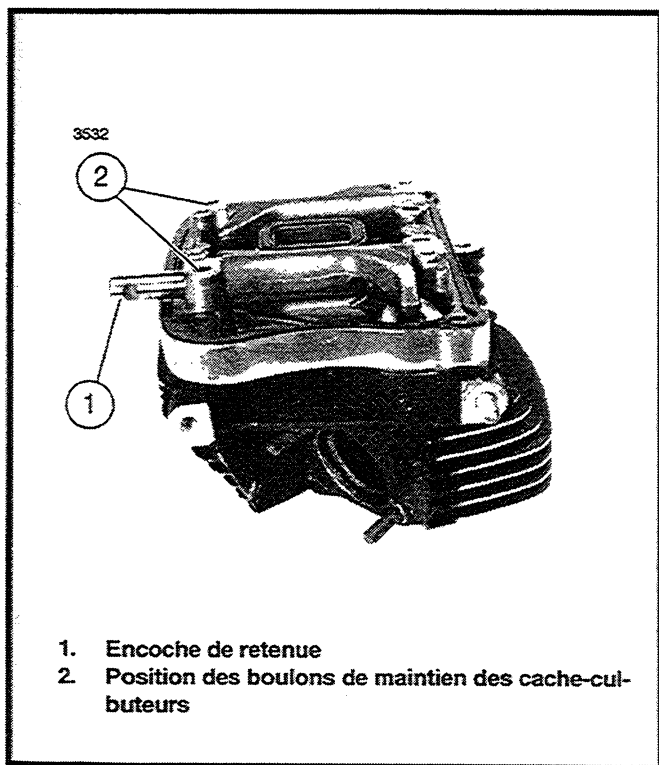

Figure 3-6. Dépose des axes des culbuteurs
7. Voir Figure 3-6. Faites sortir les axes de culbuteur en tapant à petits coups avec un marteau et un poinçon en métal doux.